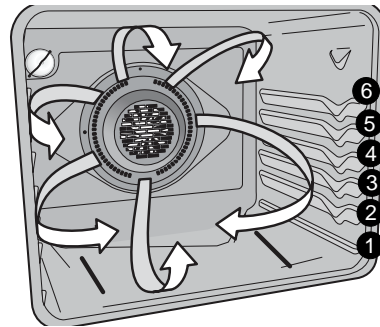

Figure 14 : Circulation d'air de convection
La fonction de cuisson à convection fait circuler l'air à l'intérieur du four à l'aide d'un ventilateur, de façon uniforme et continue (Figure 14). La distribution de chaleur étant ainsi améliorée, la nourriture cuit et brunit plus rapidement. Vous obtenez également de meilleurs résultats de cuisson lorsque vous utilisez deux grilles en même temps.
- Pour obtenir de meilleurs résultats lorsque vous utilisez deux grilles pour la cuisson de gâteaux, placez ces dernières aux positions 3 (grille surbaissée) et 5 (grille plate) (Voir Figure 14).